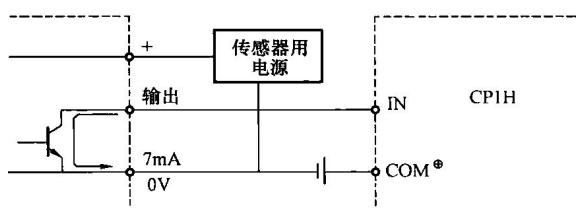

图 1-10 NPN 开路输出型传感器
3) NPN 开路输出型传感器输入设备及其连接，如图 1-10 所示。